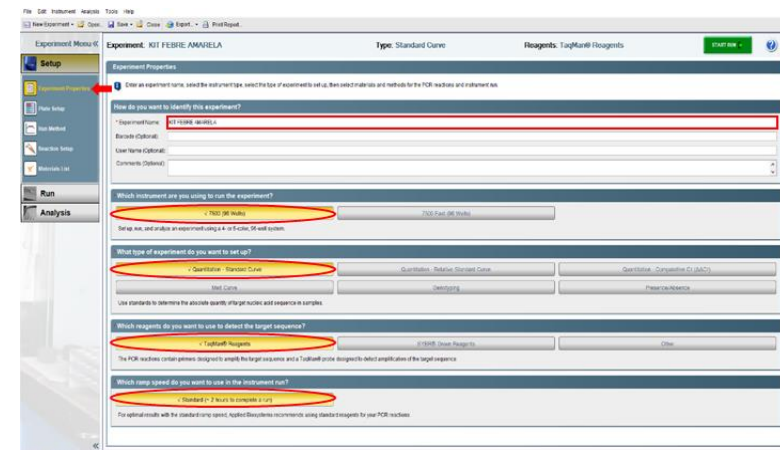

Figura 03: Página **Experiment Properties** da seção **Setup** das configurações da corrida.
- No menu **Setup**, submenu **Experiment Properties**, inserir o nome do experimento em "**Experiment Name**", conforme indicado na Figura 03;